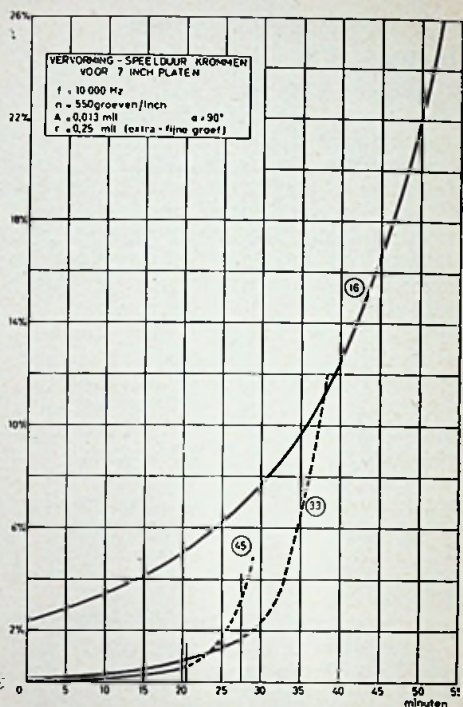

FIG. 36
In fig. 36 is het verloop van de aftastvervorming voor sub-microgroefplaten bij drie snelheden, nl. $16\frac{2}{3}$, $33\frac{1}{3}$ en 45 omwentelingen per minuut, aangegeven. Zoals reeds werd opgemerkt ligt de vervorming bij $16\frac{2}{3}$ o.p.m. in dezelfde orde van grootte als die voor microgroefplaten bij $33\frac{1}{3}$ o.p.m. Vanzelfsprekend is de vervorming van submicrogroefplaten bij de hogere snelheden aanmerkelijk lager, zoals uit krommen (33) en (45) in de figuur is te zien.